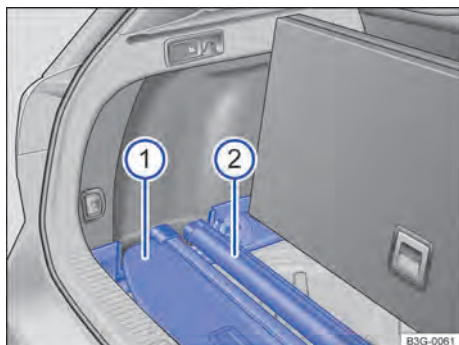

Fig. 130 Embaixo do assoalho do compartimento de bagagem: guardar a cobertura do compartimento de bagagem e a rede divisória.
- Colocar a cobertura do compartimento de bagagem removida → Fig. 130 ⓘ, conforme representado, nos rebaixos traseiros dos alojamentos laterais.
- Colocar a rede divisória removida → Fig. 130 ⓘ, conforme representado, nos rebaixos dianteiros dos alojamentos laterais.